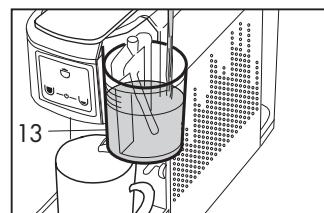
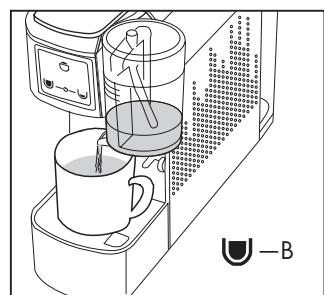

Fig. 22
Fig. 23
- Enlever le couvercle du verre à lait (13) et remplir le verre de lait en faisant attention à ne pas dépasser le niveau indiqué (la dose conseillée est de 90 cc de lait). (**Fig. 22**)
- Fermer le verre à lait (13) avec le couvercle. Si le couvercle n'est pas mis sur le verre, la machine ne fonctionne pas.
- Presser la touche (B)  ; la machine distribuera la crème de lait. (**Fig. 23**)
- Remplir le récipient (13) avec la quantité de lait souhaitée, presser et garder la touche (B)  enfoncee pour régler la distribution de lait chaud, lâcher la touche quand la quantité souhaitée est sortie ; la dose est ainsi mémorisée pour les distributions suivantes (**Fig. 22**)